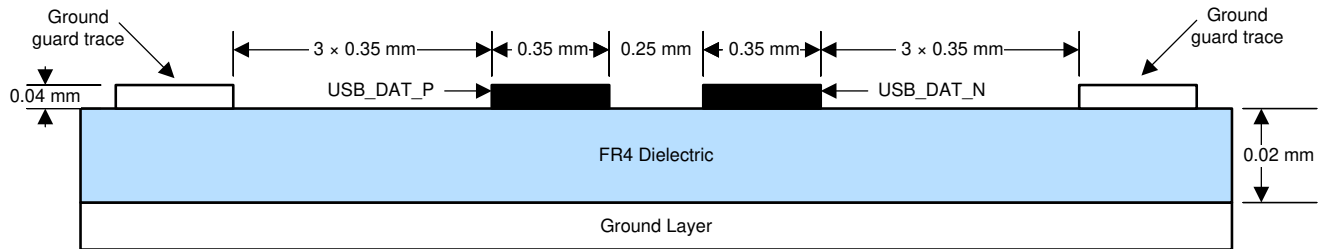

图 9-14. USB 布局示例
- (1) 如果使用最小布线宽度和间距来避开控制器焊球场，为了实现目标 100  $\Omega$  阻抗（即减少传输线路损耗），宜在退出后将这些区域扩大。
(2) 图 9-14 中显示了差分对的一个 PCB 布局示例。